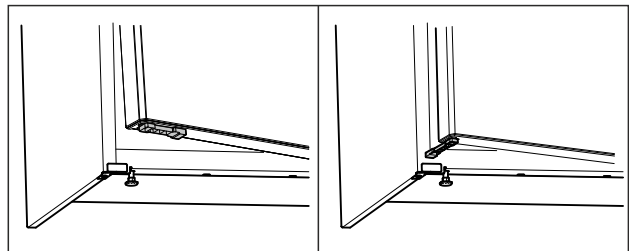

Fig. 54 \*
- ▶ Draai de deuropeningsbegrenzer met 90°. (zie Fig. 54) \*